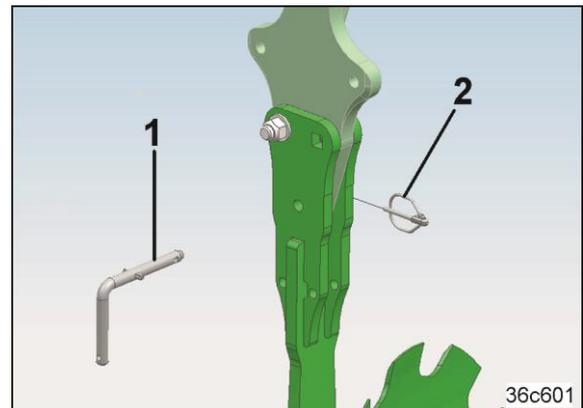

Fig. 311
4. Den Bolzen (Fig. 311/1) mit dem Klappstecker (Fig. 311/2) sichern.